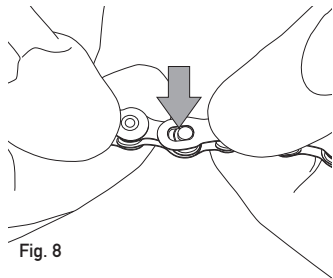

Fig. 8
- Inserite i perni nella zona di maggior diametro delle asole della C-Link™ (Fig. 8).